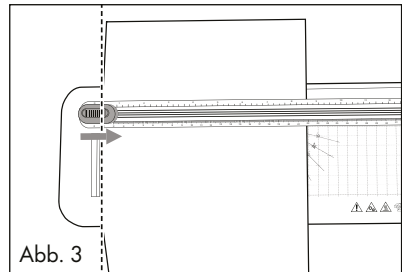

Abb. 3
- 3) Benutzen Sie die Markierungen auf dem Schneidelineal **1**, um das Papier/die Folie exakt auszurichten, wenn Sie z. B. kürzen oder schräg schneiden möchten (siehe Abb. 3 und 4).